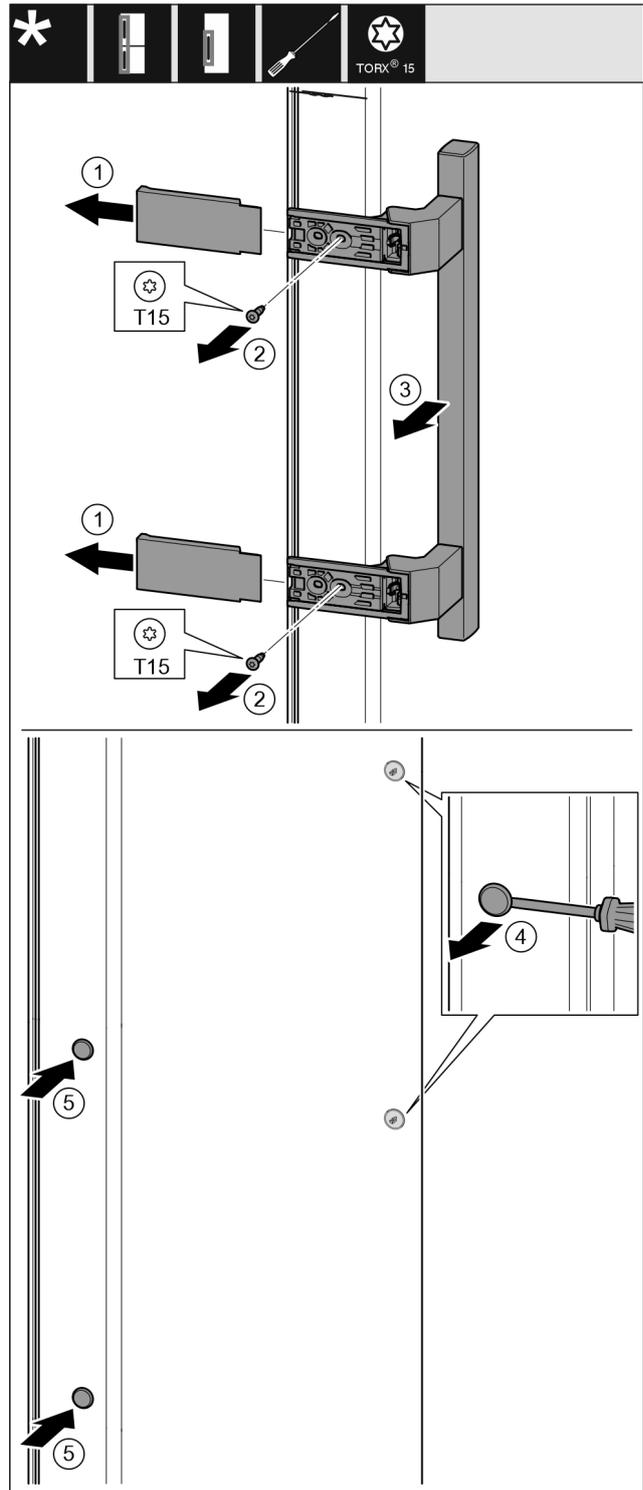

Fig. 19
- ▶ Abdeckung abziehen. Fig. 19 (1)
- ▶ Schrauben mit Schraubendreher Torx 15 herausdrehen. Fig. 19 (2)
- ▶ Griff abnehmen. Fig. 19 (3)
- ▶ Seitlichen Stopfen vorsichtig mit einem Schlitzschraubendreher anheben und herausziehen. Fig. 19 (4)
- ▶ Stopfen auf der anderen Seite wieder einsetzen. Fig. 19 (5)